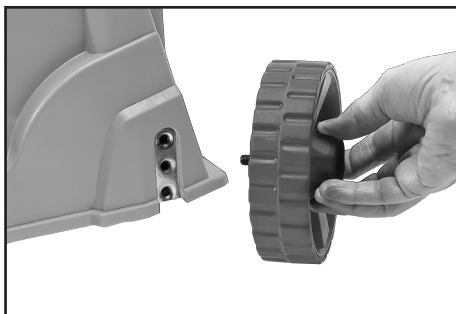

FIG.7
8.7 ADJUST HEIGHT OF CUT (20015) – FIG.7.